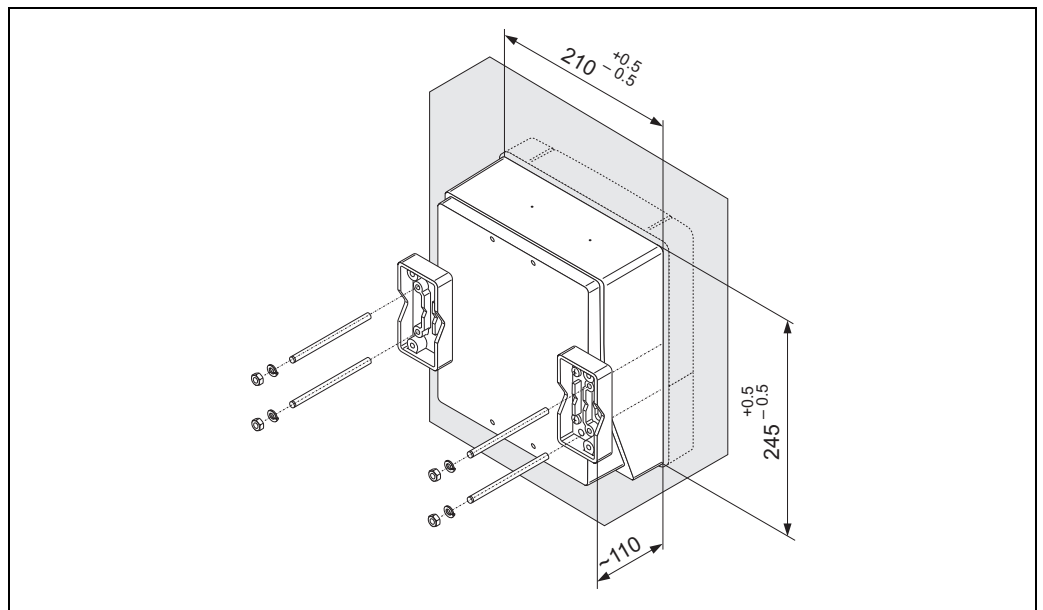

Abb. 29: Schalttafeleinbau (Wandaufbaugehäuse)
1. Einbauöffnung in der Schalttafel vorbereiten (Abb. 29).